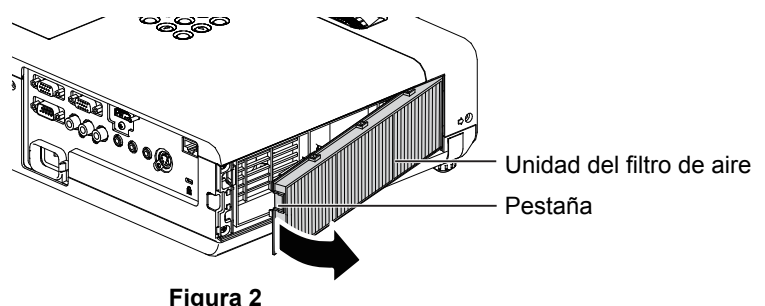

Figura 2
- Oprima la pestaña de la unidad del filtro de aire y tire de ella hacia fuera en la dirección de la flecha. (Figura 2)